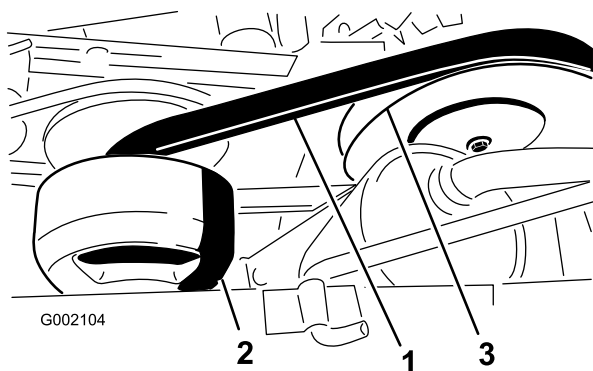

Figura 52
3. Fate girare la cinghia (Figura 52) ed ispezionatela per rilevarne l'eventuale eccessiva usura o danni. All'occorrenza sostituirla.
1. Girate la cinghia e fatela passare sulla frizione secondaria (Figura 52).
2. Rimuovete la cinghia dalla frizione primaria (Figura 52).